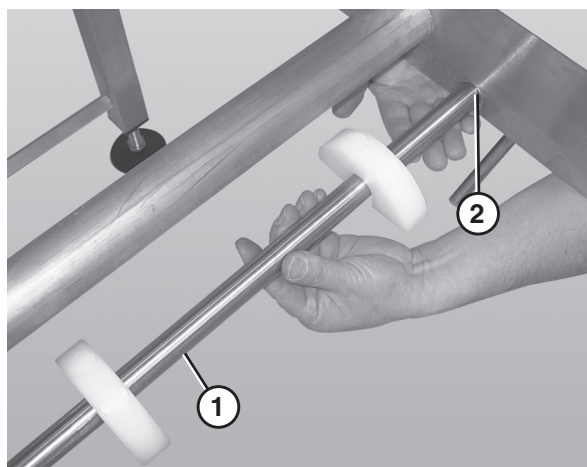

Figure 24
2. Faites passer l'arbre de retour (Figure 24, item 1) vers le haut pour passer à travers la grande encoche (Figure 24, item 2) du cadre (l'illustration ne montre pas la courroie ou les bandes d'usure).
3. Exercez une poussée vers le haut sur l'arbre de retour (Figure 24, item 1) puis faites passer l'extrémité à encoches de l'arbre par la petite fente se trouvant face au cadre.